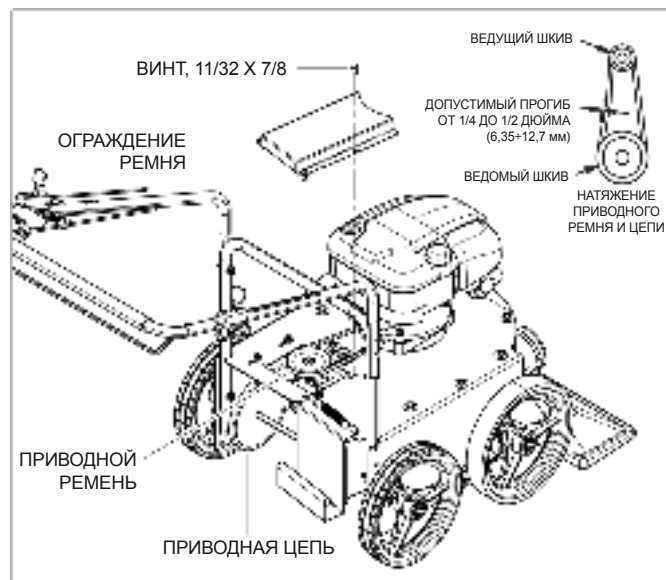

Рис. 5.1. Снятие защитного ограждения ремня
1. Снимите защитное ограждение ремня, для чего необходимо отвернуть винты 11/32 дюйма (рис. 5.1).